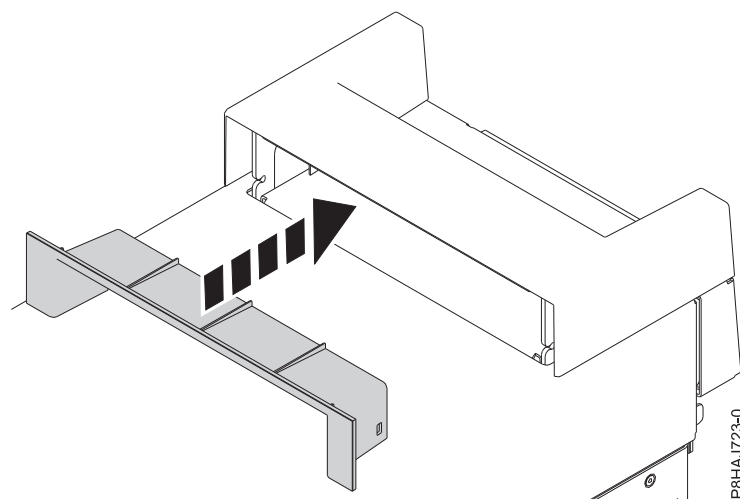

Figura 39. Inserció de la peça de la tapa de nansa en un sistema autònom 8286-41A
2. Inserir la peça de la tapa de nansa empenyent-la amb força a la tapa de nansa, tal com es mostra a la Figura 39.